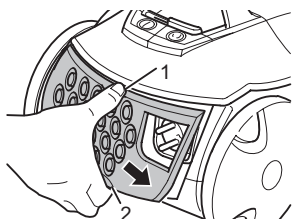

Abb. 25
5. Setzen Sie abschließend die Ausblasfilter-Abdeckung wieder auf. Haken Sie diese zuerst oben ein (Abb. 25/1) und drücken Sie sie dann unten an (Abb. 25/2), bis sie hör- und spürbar einrastet.